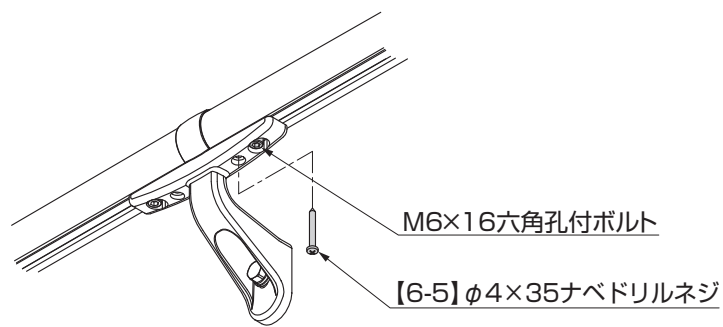

図2-1
- ① 壁付けストレートブラケットの残った孔2つのうち、どちらか取付けやすい方を選んで【6-5】を取付けてください。(図2-1参照)